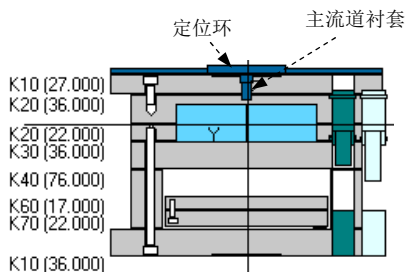
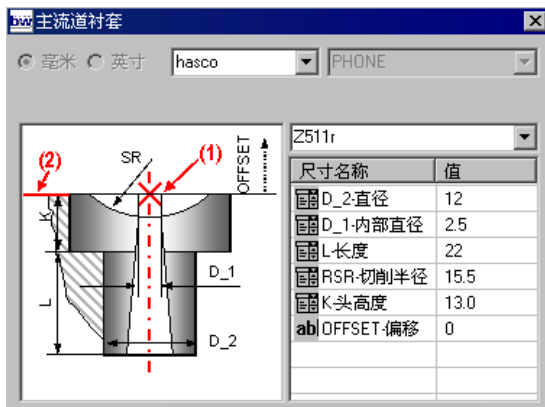

图 31.50 定义主流道衬套
图 31.51 “主流道衬套”对话框
Step1. 定义主流道衬套。在“模架定义”对话框中右击图 31.50 所示的主流道衬套，此时系统弹出图 31.51 所示的“主流道衬套”对话框。定义衬套型号为 **Z511r**；在 **OFFSET-偏移** 文本框中输入值 **0**，然后单击 按钮。
Step2. 定义定位环。在“模架定义”对话框中右击图 31.50 所示的定位环，此时系统弹出“定位环”对话框。定义定位环型号为 **K100**；在 **HG1-高度** 下拉列表中选择 **11**；在 **DM1-直径** 下拉列表中选择 **100**；在 **OFFSET-偏移** 文本框中输入值 **0**，然后单击 按钮。